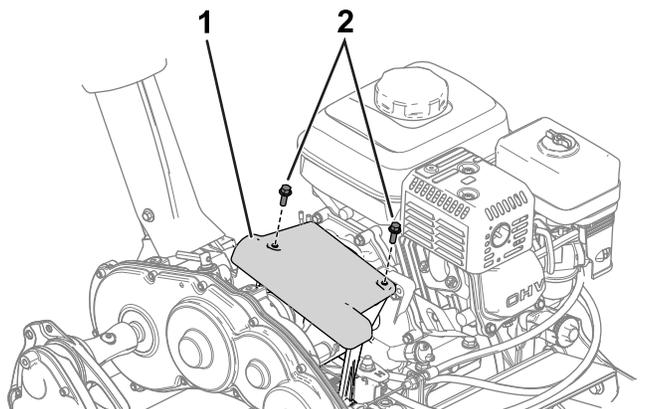

図 33
1. クラッチカバーを外して、フリクションディスクとプレッシャプレートへのアクセスを確保する 図 33。